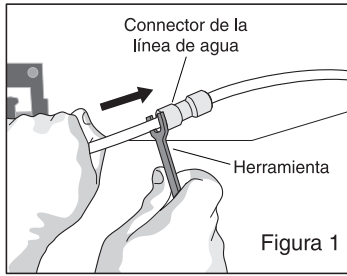

Figura 1
2. Para desconectar la línea de agua, sujete el tubo firmemente con la mano izquierda y utilice la herramienta (ubicada en la bolsa debajo de la rejilla de la base) para empujar el collarín gris hacia adentro y liberar el conector de agua (Figura 1).